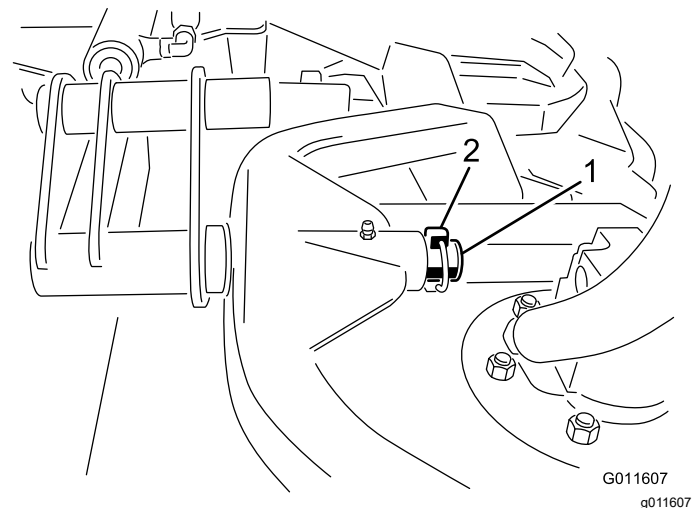

図 4
3. デッキのキャリアフレームを昇降アームのピボットピンに入れ、リンチピンで固定する図 4。